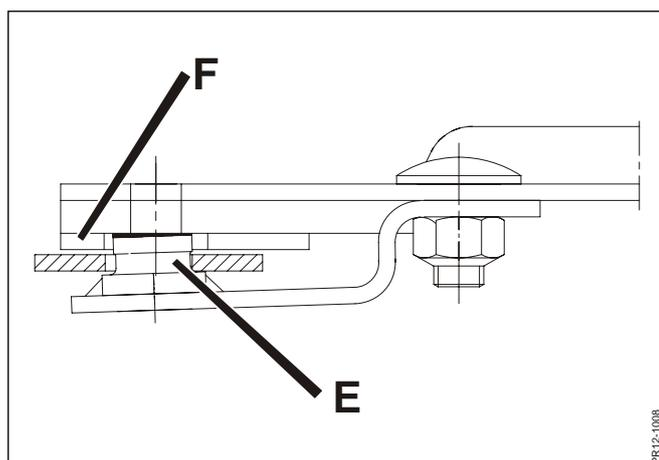

Fig. 5-22
- Fig. 5-22 - Il n'y a aucun corps étranger entre les surfaces de contact de l'axe du couteau et le disque et que l'axe ovale **E** du support de couteaux a un contact correct avec la base du disque **F**.